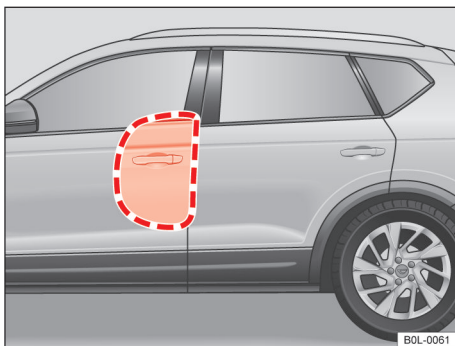
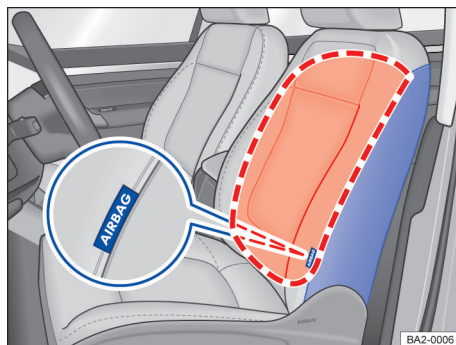

图 30 车辆左侧：侧面安全气囊的膨胀范围
图 31 左前座椅侧面：侧面安全气囊安装位置及膨胀范围
取决于车型装备，前排座椅可装备侧面安全气囊 → 图 30：
- 前排座椅侧面安全气囊安装在驾驶员座椅和前排乘员座椅外侧靠背软垫中 → 图 31。
→ 图 30 和 → 图 31 中红色线条环绕的区域为侧面安全气囊触发膨胀时的作用范围（膨胀区）。因此，在该区域内不得存放或固定任何物品 → ⚠。